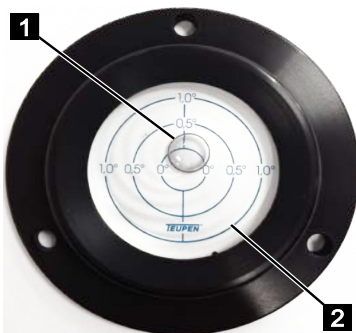

Fig. 130
7. Placer le châssis à l'horizontale en alignant les appuis au moyen du niveau (Fig.130). La bulle (Fig.130/1) du niveau doit se trouver dans le cercle 1° (Fig.130/2).